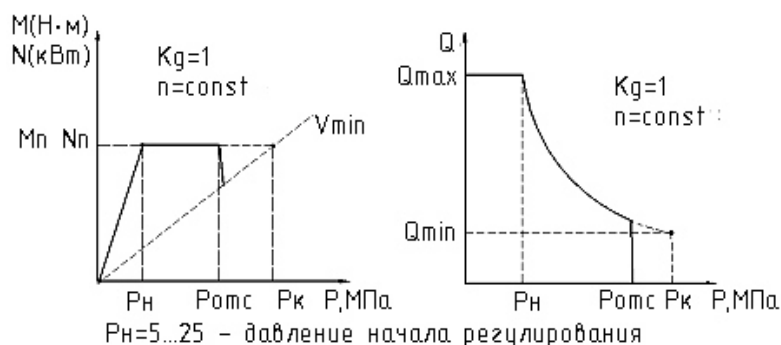

Рис. 17 – График зависимости крутящего момента M , потребляемой мощности N и подачи Q от изменения давления p .
- Пока давление в гидросистеме не превышает P_H (см. рис. 17), насос находится на максимальном рабочем объеме V_{max} и обеспечивает максимальную подачу Q_{max}